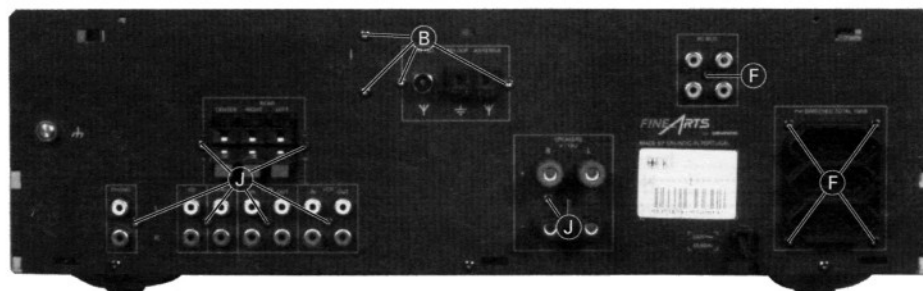

Fig. 2
- 4 Schrauben (B) heraus-schrauben (Fig. 2).
- Undo 4 screws (B) (Fig. 2).
- 5 Schrauben ƒ heraus-schrauben (Fig. 2).
- Undo 5 screws ƒ (Fig. 2).
- 8 Schrauben ƒ heraus-schrauben (Fig. 2).
- Undo 8 screws ƒ (Fig. 2).